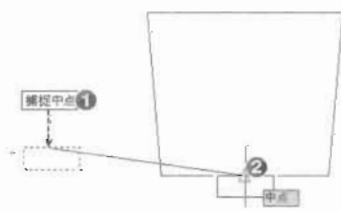

图 3-41
(4) 绘制一个长度为 20、宽度为 8 的矩形, 然后使用 Move 命令, 将其移动到大矩形的底边中点, 如图 3-41 所示。命令执行过程如下。